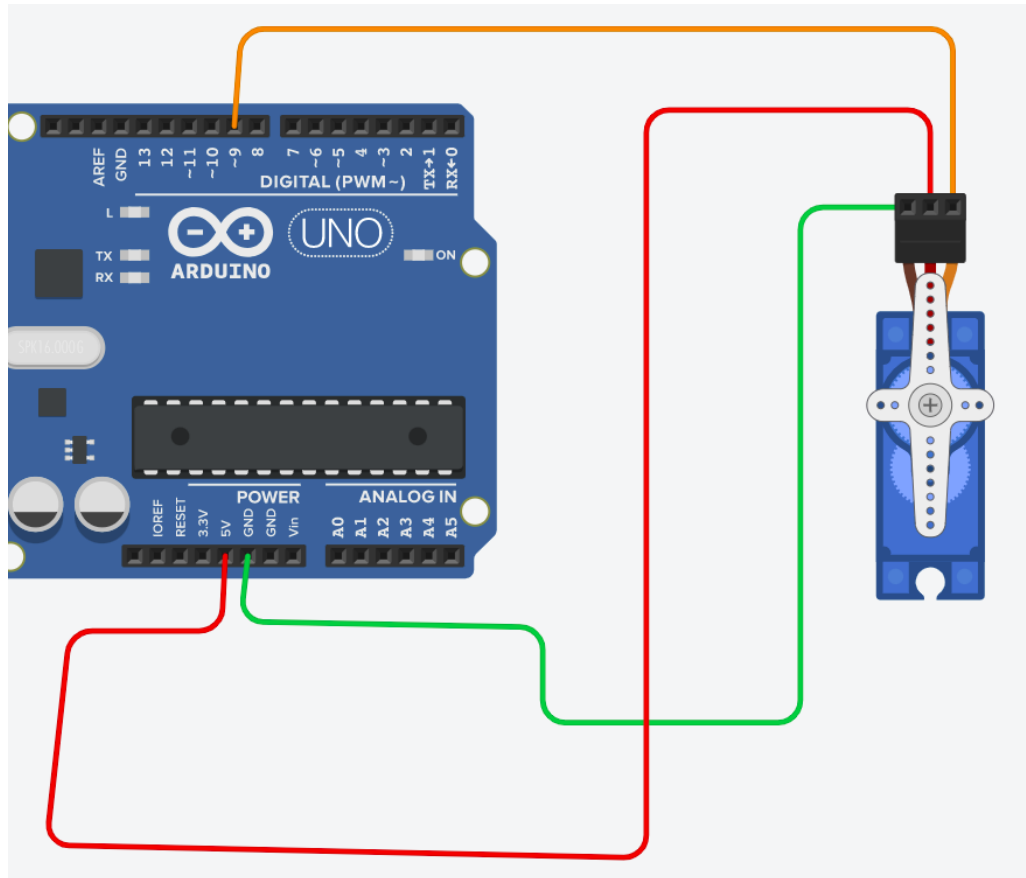

Рис. 5.3. Підключення серводвигуна до плати Arduino UNO
3. Створити на базі схеми показаній на рис. 5.3. проєкт в якому потенціометр буде використовуватись як елемент керування серводвигуном.